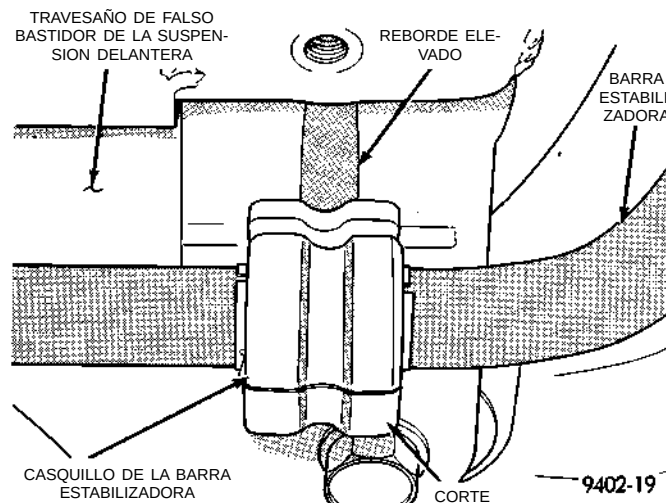

Fig. 43 Posición del casquillo de la barra estabilizadora al travesaño de falso bastidor
(3) Emplace la barra estabilizadora en el travesaño de falso bastidor delantero de modo que los cortes en los casquillos de la misma queden alineados con el reborde elevado del travesaño de falso bastidor. Instale los fiadores de los casquillos de la barra estabilizadora en el travesaño de falso bastidor alineando el reborde elevado del fiador con los cortes de los casquillos (Fig. 43). **No apriete por ahora los fiadores de los casquillos de la barra estabilizadora.**